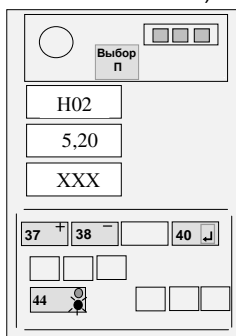

Рисунок 10
4.4.4 Нажимая кнопку ВЫБОР "П" (36), установить на верхнем ИЖЦ код "H02" (индикация вылета стрелы, см. рисунок 10).
4.4.5.3 Изменяя положение датчика угла наклона стрелы, добиться отображения на среднем ИЖЦ значения вылета, указанного в правом столбце таблицы 3 с погрешностью не более $\pm 0,01$ м (см. рисунок 10) для установленного значения вылета по рулетке.
4.4.7 Нажимая кнопку 44, набрать на верхнем ИЖЦ код "H02" (см.рисунок 10).